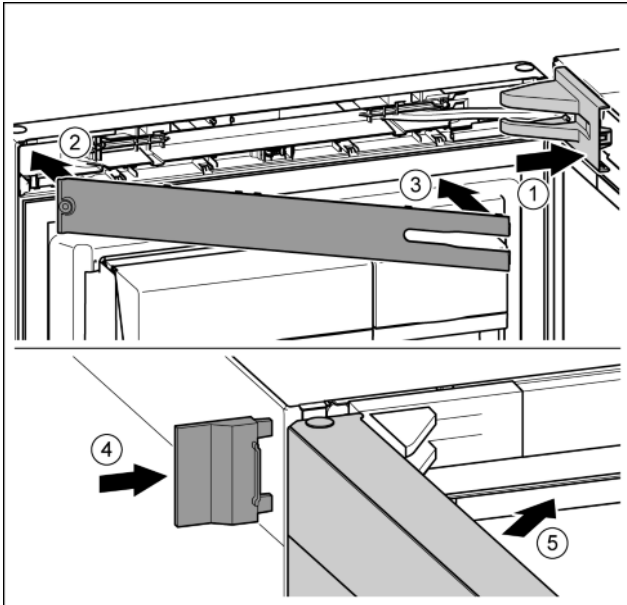

Fig. 43
- ▶ Helyezze fel és pattintsa be a csapágybak fedelét, szükség esetén óvatosan nyomja szét. Fig. 43 (1)
- ▶ Helyezze fel a lemezt. Fig. 43 (2)
- ▶ Fordítsa be és pattintsa be a lemezt. Fig. 43 (3)
- ▶ Tolja fel a külső fedelet. Fig. 43 (4)
- ▶ Csukja be a felső ajtót. Fig. 43 (5)